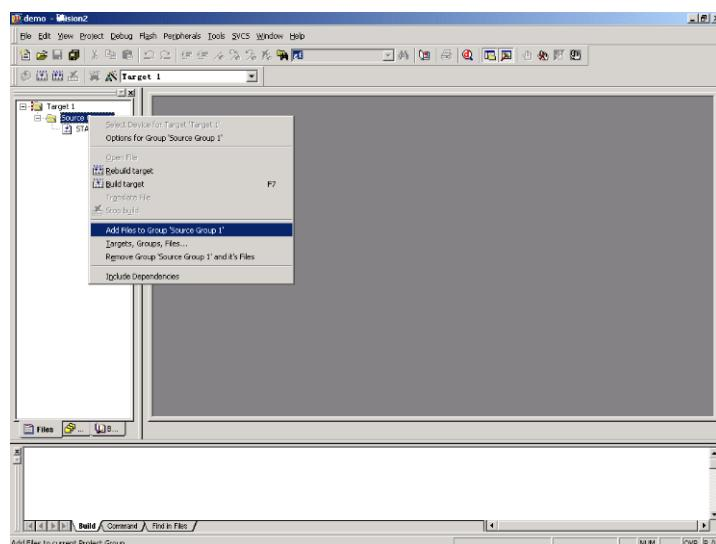

图 5-28 添加文件
(5) 下面需要向项目中添加文件。选中项目窗口中的文件组后单击鼠标右键，在弹出的菜单中选择 Add Files to Group 项添加所需文件，如图 5-28 所示。